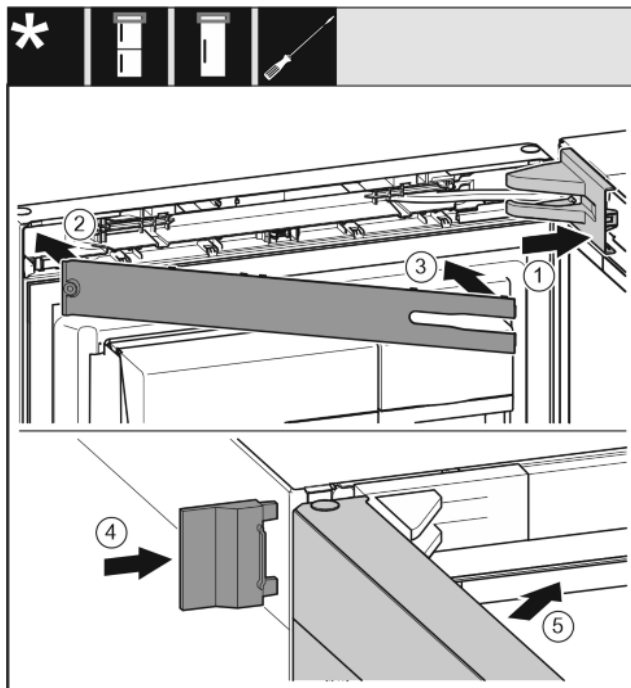

Fig. 40
- ▶ Крышку опорного кронштейна установите и зафиксируйте, при необходимости осторожно разожмите. Fig. 40 (1)
- ▶ Установите накладку. Fig. 40 (2)
- ▶ Наклоните и зафиксируйте накладку. Fig. 40 (3)
- ▶ Надвиньте внешнюю крышку. Fig. 40 (4)
- ▶ Закройте верхнюю дверь. Fig. 40 (5)